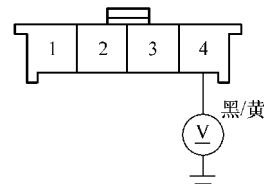

图 7-43 测试 A/C 压缩机驱动器电源
- 3) 打开点火开关至 ON (II) 位置。
- 4) 如图 7-43 所示, 测量空调 (A/C) 压缩机驱动器 4 芯插头 4 号端子与车身搭铁之间是否为蓄电池电压?